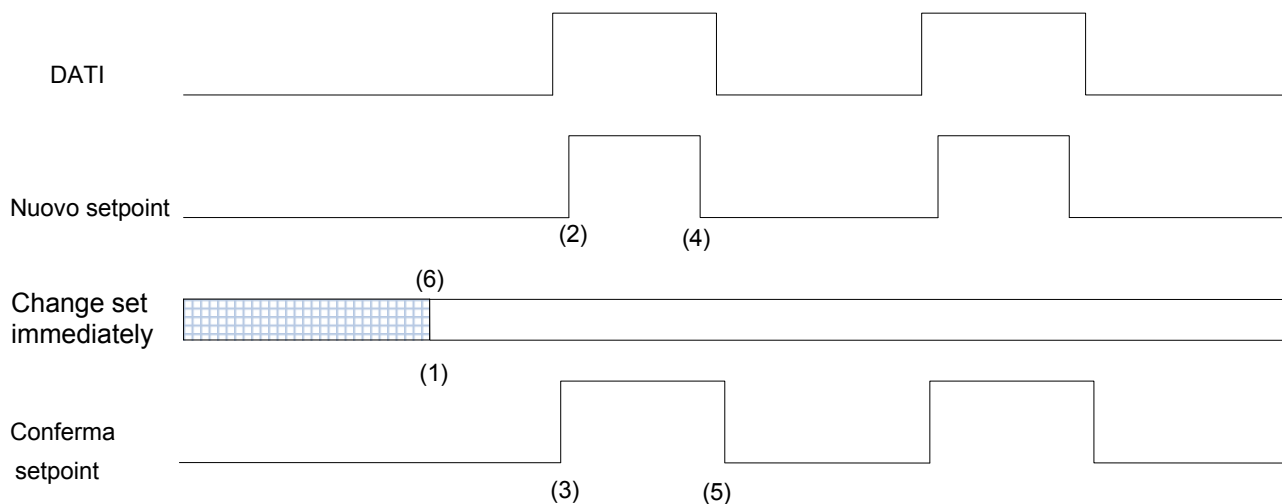
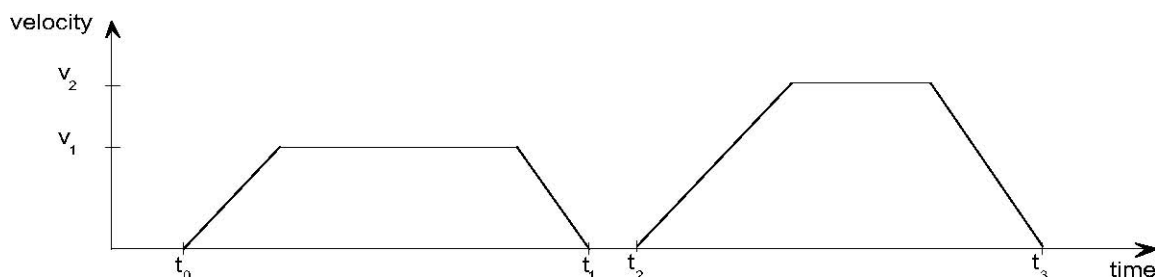
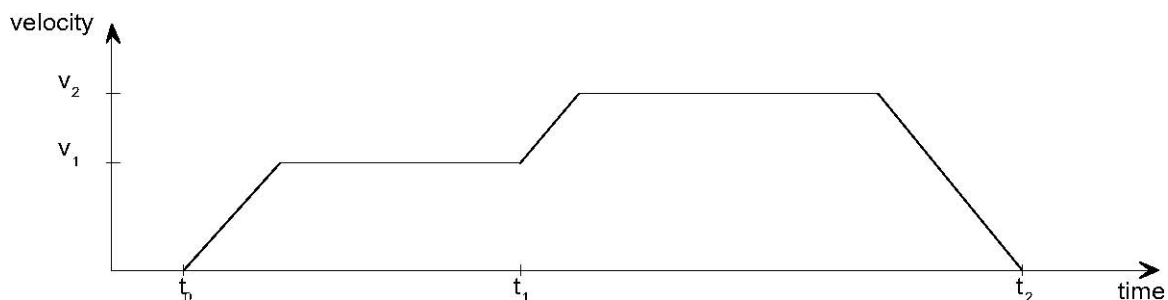

Figura 17: Trasmissione setpoint da un host computer
Figura 18: Setpoint unico
Figura 19: Modifica immediata set
Se il bit 'change set immediately' è "0" (linea continua alla Figura 17), il drive si aspetterà un setpoint unico (1). Dopo 'applicazione dei dati al drive, un host segnala che i dati sono validi modificando il bit 'nuovo setpoint' a "1" nella *controlword* (2). Il drive risponderà con 'conferma setpoint' impostato a "1" nella *statusword* (3) dopo avere confermato e memorizzato i nuovi dati validi. A questo punto l'host può emettere un 'nuovo setpoint' (4), quindi il drive, impostando 'conferma setpoint' a "0", segnala che è pronto ad accettare nuovi dati (5). Nella Figura 18 questo meccanismo porta a una velocità zero dopo una rampa di discesa per raggiungere una *target position* x_1 . a t_1 .a Dopo la segnalazione all'host che il setpoint è stato raggiunto con le modalità di cui sopra, la *target position* successiva x_2 viene elaborata a t_2 e raggiunta a t_3 .
Se il bit 'change set immediately' è "1" (linea tratteggiata alla Figura 17), la nuova target position sarà immediatamente attiva. Alla Figura 19 il drive riceve la prima *target position* a t_0 . Al time point t_1 il drive riceve una seconda *target position*. Il drive riadegua immediatamente il movimento effettivo alla nuova target position.